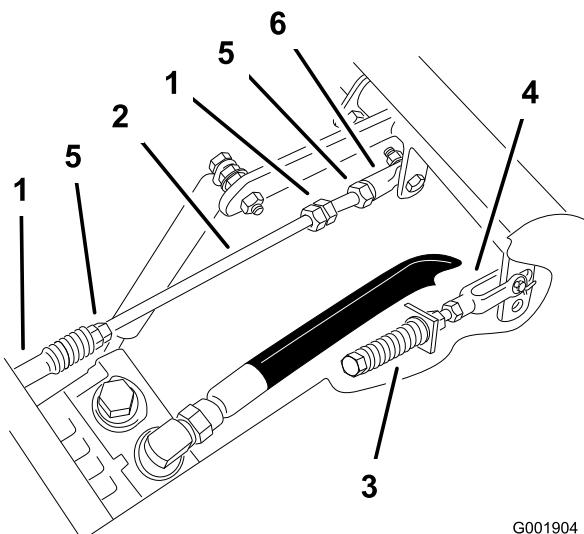

Figura 75
1. Afloje las contratuerca de la articulación esférica de la varilla de control de la bomba (Figura 75).
3. Ajuste la longitud de la varilla de la bomba girando las tuercas dobles de la varilla, en el sentido apropiado, hasta que la rueda quede estacionaria o se mueva muy lentamente en marcha atrás (Figura 75).
- Apriete las contratueras de las articulaciones esféricas (Figura 75).